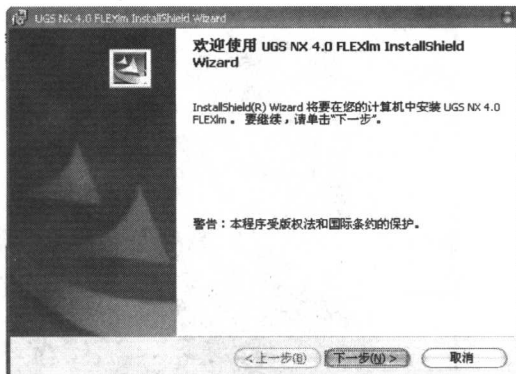

图 1-4 确定安装程序
(5) 如图 1-4 所示, 单击【下一步】按钮, 确定安装程序。